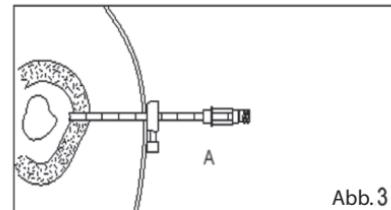

Abb. 3
- ABB. 3** Halten Sie die Schneidekanüle mit Griff (A+F) sicher fest und entfernen Sie den Mandrin (B).